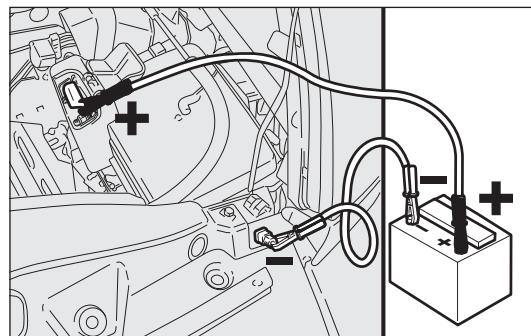

fig. 153
- collegare con un secondo cavo il morsetto negativo (-) della batteria ausiliaria con il punto di massa come illustrato in fig. 153;